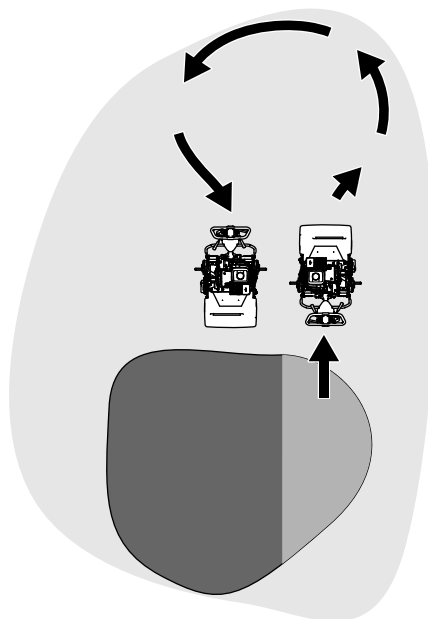

Bild 19
- Heben Sie die Mähspindel an (drücken Sie den Hebel nach unten) und wenden Sie auf der Antriebstrommel, wenn Sie die Maschine vom Grün fahren (Bild 19).
1. Den Antriebskupplungshebel am Getriebe (Bild 19) lokalisieren.